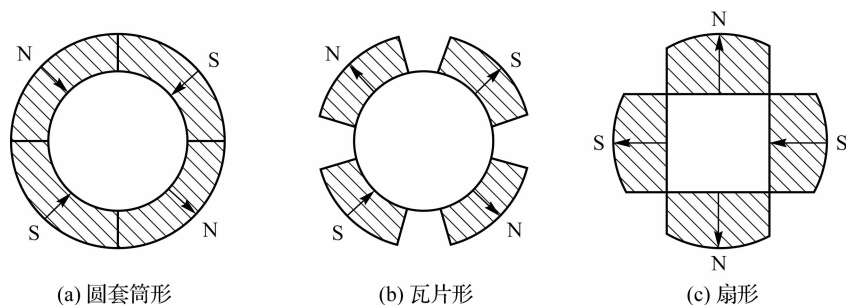

图 2-13 面装式转子永磁体的分类
(1)面装式转子结构。面装式转子的永磁体通常呈瓦片形,被安装在转子铁心外表面上,其分类如图 2-13 所示。这种转子结构具有结构、工艺简单,成本低和转动惯量小等优点,多用于中小功率伺服电机中。